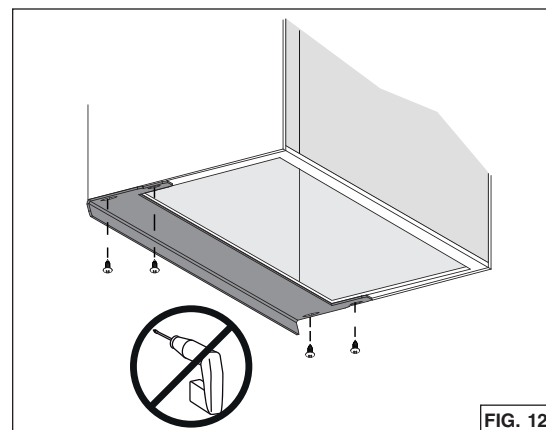

FIG. 12
8. Des bandes protectrices optionnelles (vendues séparément), sous 7 différents formats conviennent à des armoires allant jusqu'à 15 po de profondeur (pour BBN1243SS: HADTBN24, pour BBN1303SS: HADTBN30). Choisir la bande qui peut mieux couvrir la lisière arrière de l'armoire. Utiliser 4 vis à bois à tête bombée n° 6 x 1/2 po (incluses dans l'ensemble optionnel) pour la fixer (FIG. 12).